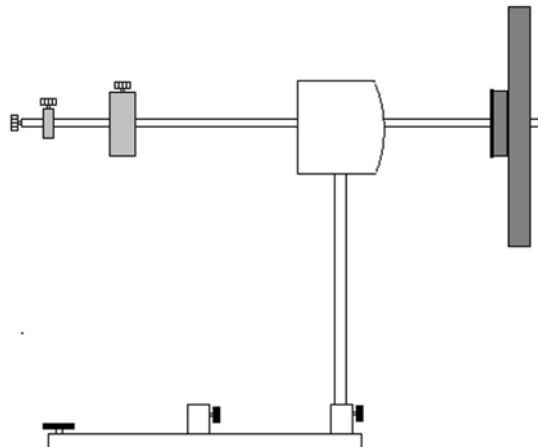

Fig. 3: Nutazione
- Montare il giroscopio come indicato nella Fig. 3 e metterlo in equilibrio.